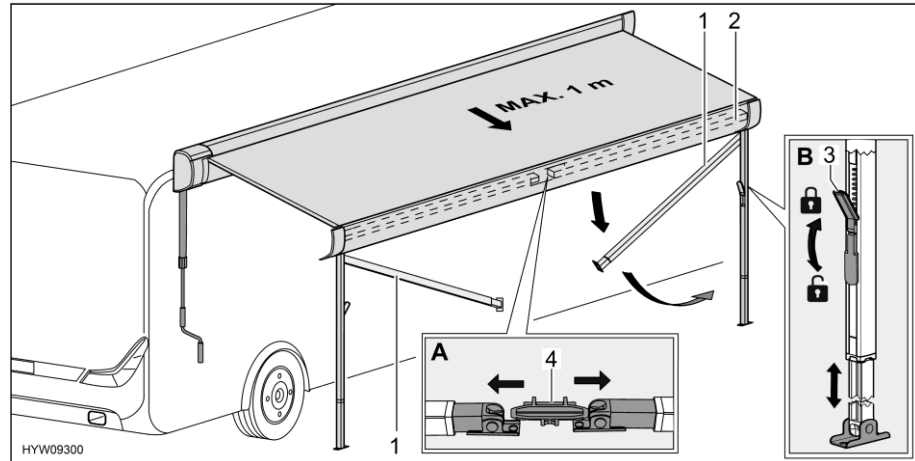

Bild 44 Stützfüße vorbereiten
- Stützfüße (Bild 44,1) aus Halterung (Bild 44,4) in der Frontleiste (Bild 44,2) lösen. Dazu Stützfüße leicht nach außen drücken (Bild 44,A).
- Verriegelungen (Bild 44,3) der Stützfüße lösen. Dazu den Verriegelungshebel nach unten klappen.
- Unteren Teil der Stützfüße bis zur gewünschten Länge herausziehen (Bild 44,B).
- Verriegelungen (Bild 44,3) der Stützfüße schließen. Dazu den Verriegelungshebel nach oben klappen.